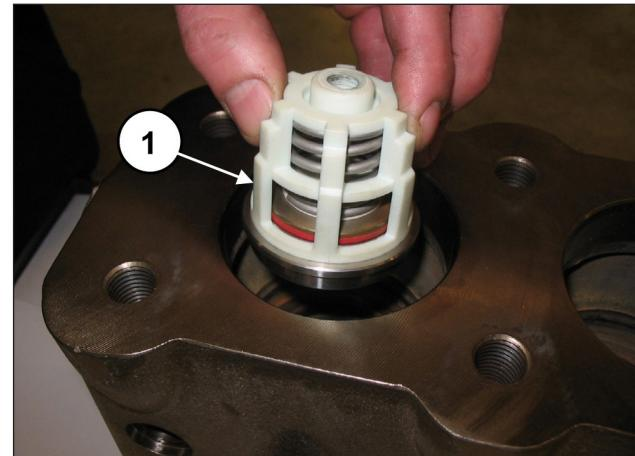
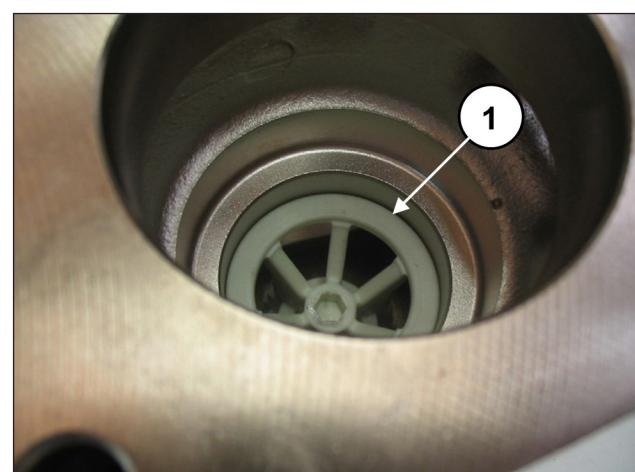

Abb. 115
Abb. 116
Setzen Sie die Saugventilgruppe (Pos. ①, Abb. 115) und anschließend das Distanzstück ein (Pos. ①, Abb. 116).
Die komplette Ventilgruppe muss bündig eingesetzt sein und so erscheinen wie in Pos. ①, Abb. 116.